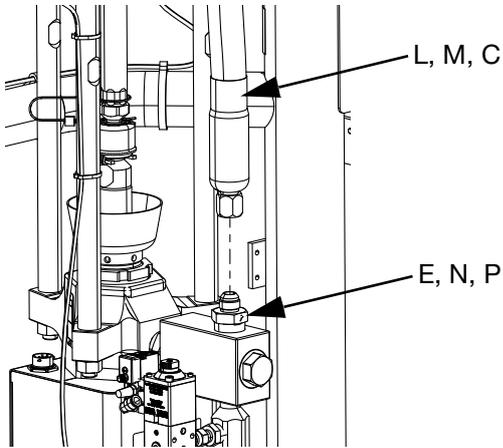

ABB. 22
4. Bei Verwendung eines einzelnen iQ Ram-Zufuhrsystems den Zufuhrschlauch 1 (C) an das Ram-Zufuhrsystem am Fitting des Zufuhrschlauchs 1 (E) anschließen, wie dargestellt in ABB. 1 und ABB. 22.
- a. Tandemschlauch 1 (L) an das Fitting Ram-Zufuhrgerät 1 an Tandemschlauch 1 (N) anschließen, wie dargestellt in ABB. 2 und ABB. 22.
- b. Tandemschlauch 2 (M) an das Fitting Ram-Zufuhrgerät 2 an Tandemschlauch 2 (P) anschließen, wie dargestellt in ABB. 2 und ABB. 22.